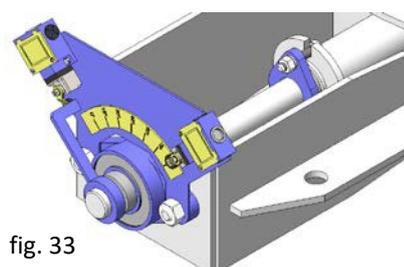

fig. 33
- Fins de curso (fig. 33)
- **Fins de curso mecânicos, detectores indutivos e posicionadores:** instalação de fins de curso (fig. 33) ou detectores indutivos para indicar a posição pontual da válvula e posicionadores para indicar a posição contínua.